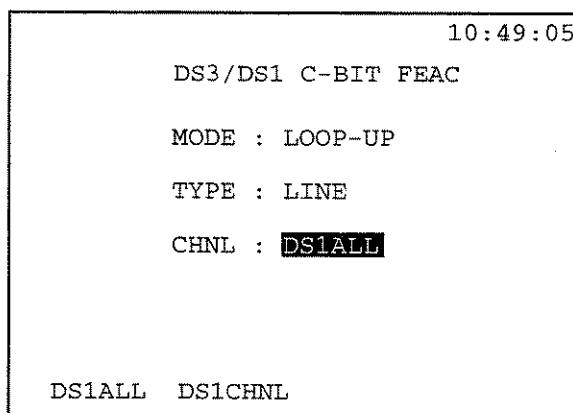

Figure 3.3.A DS3/DS1 C-bit FEAC screen
- a) Select the DS3/DS1 C-BIT FEAC option. See Figure 3.3.A.